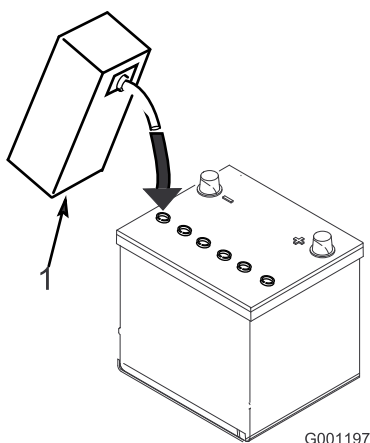

Figure 4
3. Versez de l'électrolyte avec précaution dans chaque élément jusqu'à ce les plaques soient recouvertes par environ 6 mm (1/4") de liquide (Figure 4).
4. Attendez environ 20 à 30 minutes que les plaques aient le temps de s'imprégner d'électrolyte. Faites l'appoint au besoin pour que le niveau de liquide monte à 6 mm (1/4") en dessous du creux de remplissage (Figure 4).